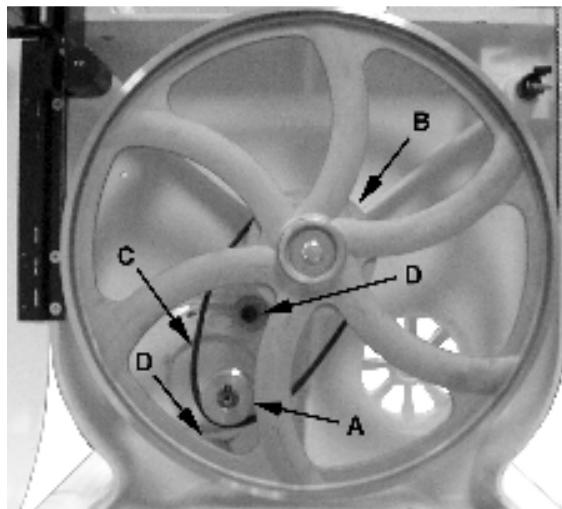

Рис.5
6. Разместите ремень (С, Рис. 5) наг валу шкива (В, Рис. 5) и валу двигателя (А, Рис. 5).
8. При помощи торцевого ключа на 6 мм затяните оба винта (D, Рис. 5).